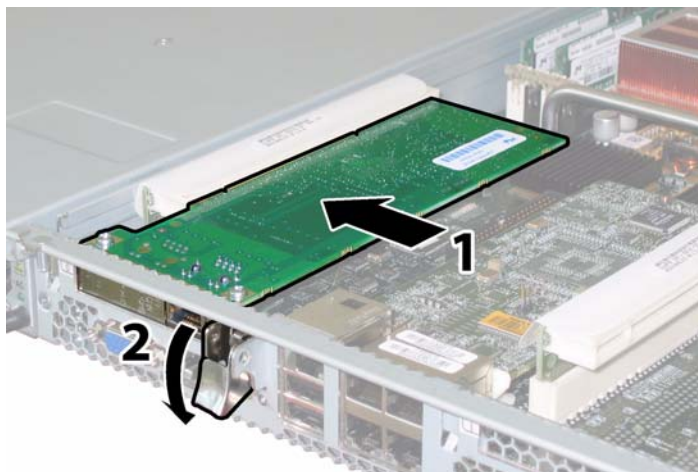

图 3-55 安装 PCI 卡
e. 向下旋转 PCI 卡锁销，直到其锁固到位。请参见图 3-55。